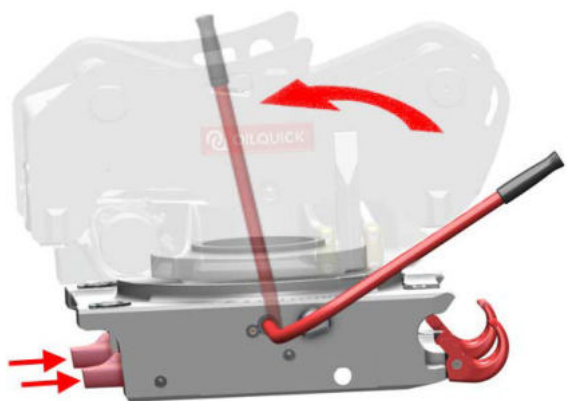

Abbildung 63: Riegelbolzen ENTRIEGELN
- b) Betätigen Sie den Riegelhebel gegen den Uhrzeigersinn bis zum Endanschlag (siehe *Abbildung 63*).